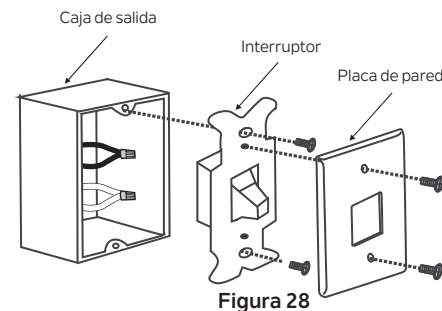

Figura 28
Paso 1. Retire la placa de pared existente y el interruptor antiguo de la caja de salida de pared. (Figura 28)
Paso 2. Conecte los cables NEGROS (corriente) juntos con un conector de cables (no se incluye) e introdúzcalos nuevamente en la caja de salida de pared. (Figura 28)
Paso 3. Conecte los cables BLANCOS (neutros) junto con un conector de cable (no se incluye) e introdúzcalos nuevamente en la caja de salida de pared. (Figura 28)